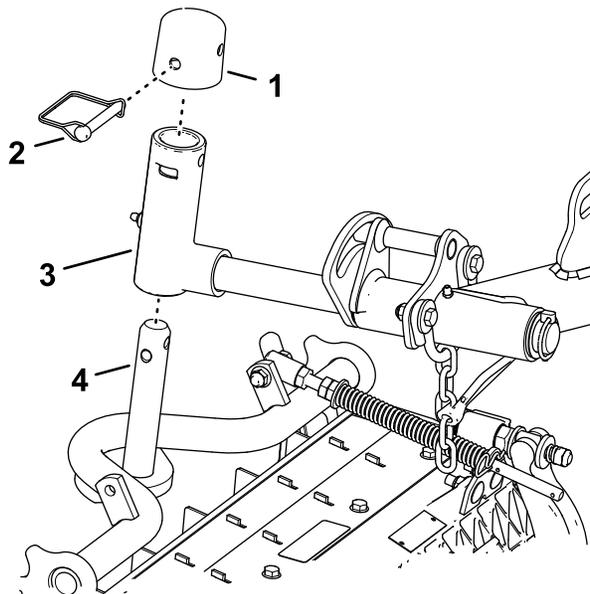

Рисунок 24
1. Подведите режущий блок под подъемный рычаг (Рисунок 24).